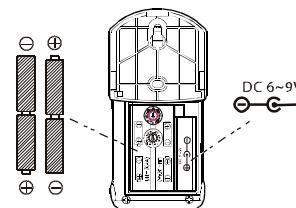

Fig. 9
2. Insérer 4 piles alcalines neuves AA 1,5 V en respectant la polarité. Fig. 9.